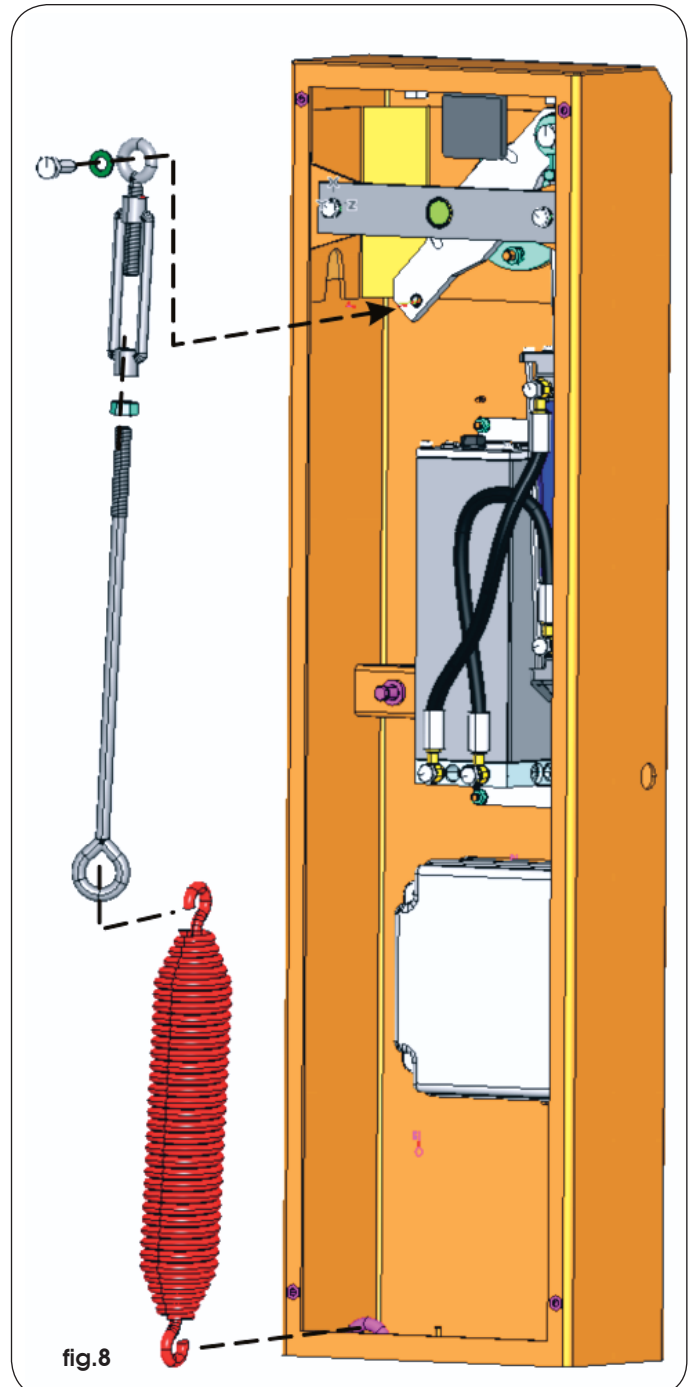

fig.8
- 2) Manteniendo siempre la barra en posición vertical, ensamble el tirante y el muelle como se indica en la fig.8.